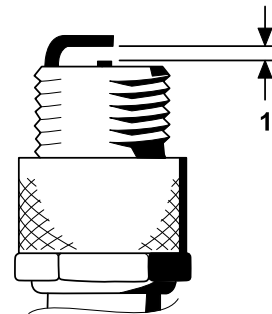

Рисунок 31
- Установите зазор между центральным и боковым электродами на 0,76 мм, как показано на Рисунок 31.